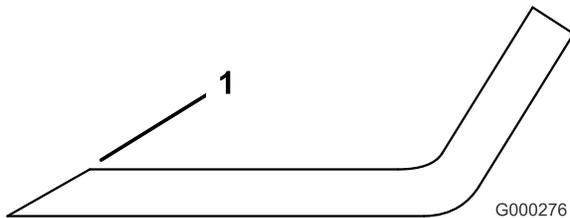

Figura 89
- Controllate i taglienti di tutte le lame, e affilateli se fossero ottusi o scheggiati. Affilate soltanto la parte superiore del tagliente e mantenete l'angolo di taglio originale per garantire l'affilatezza (Figura 89). La